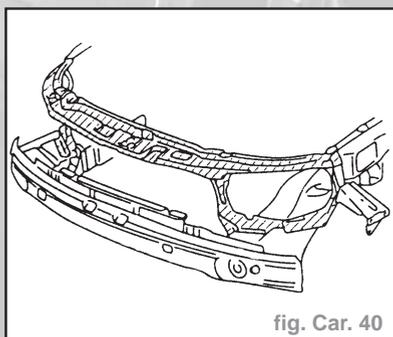

fig. Car. 40
- Déposer les pièces rapportées. Dégraffer au forêt la partie avant en haut : Passage de roue, longeron de cadre avant (fig. Car. 40).